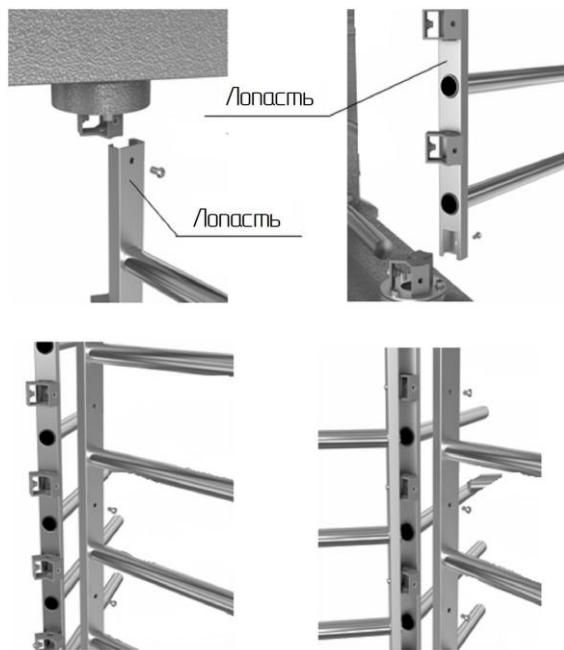

Рис. 6
– в первую очередь установите на посадочные плоскости фланцев лопасть с внутренними кронштейнами (рис.6) и закрепите винтами M8 (не затягивая их), положение "верх" указано маркировкой;